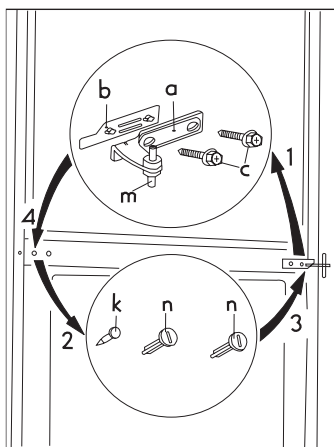

Рис. 3
- Поэтапно снять с корпуса двойной держатель двери (a, b, c). Также не забудьте снять пластиковую распорку (b) под держателем двери (рис. 3).
- Выкрутить левые болты крышки двойного держателя двери (3 штуки, n, k) и переставить их на другую сторону (рис. 3).
- Демонтировать элементы запираения двери (u, v) путем выкручивания винта (s) (рис. 3).
морозильной камеры (рис. 3).